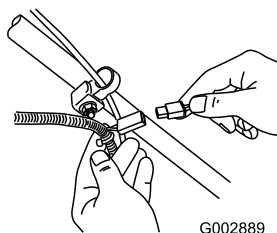

Figure 40
1. Branchez le chargeur au faisceau de câblage de la tondeuse situé sous la clé de contact (Figure 40).